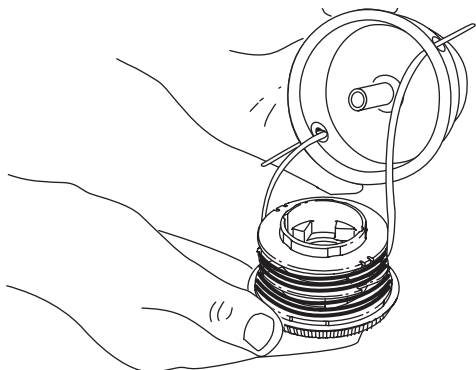

Fig. 19
3. Inserte los extremos de la línea de corte del nuevo carrete interior dentro de los ojalillos de la bobina exterior (Fig. 19). Coloque el nuevo carrete interior con la flecha hacia arriba dentro de la bobina exterior.